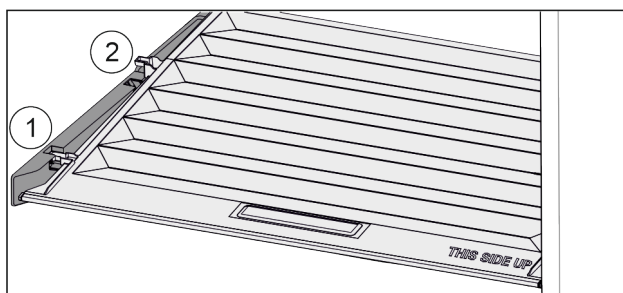

Fig. 91
- ▶ Pokrywę pociągnąć do przodu Fig. 91 (1), aż otworzy się w elementach trzymających.
- ▶ Podnieść tył od dołu i w wyjąć Fig. 91 (2) go do góry.